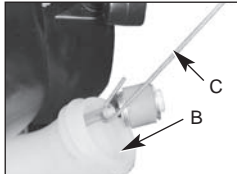

Fig. 23
1. Enlevez entièrement le bouchon du réservoir (B) pour pouvoir enlever le filtre (C) du réservoir. Utilisez un morceau de fil de fer (C) pour faire un crochet avec lequel vous retirerez le filtre du réservoir (Fig. 23)